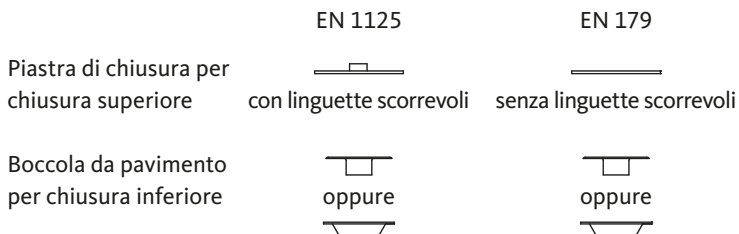

Fig. 2: piastre di chiusura omologate
- A seconda delle svariate strutture delle intelaiature, è possibile che la fabbrica non riesca a fornire nessun elemento di controchiusura. È responsabilità del serramentista, in accordo con il costruttore, studiare e applicare una soluzione tecnicamente equivalente, a seconda delle necessità. Vedere a questo proposito le piastre di chiusura omologate qui indicate (Fig. 2)!
- Fissate gli elementi di controchiusura (piastre e scontri di chiusura) nell'intelaiatura o nell'anta passiva. Gli scrocci a catenaccio devono potersi inserire liberamente e senza attriti nei riscontri d'arresto in qualsiasi momento. Eventualmente, adattate gli elementi di chiusura alla porta (Fig. 2).